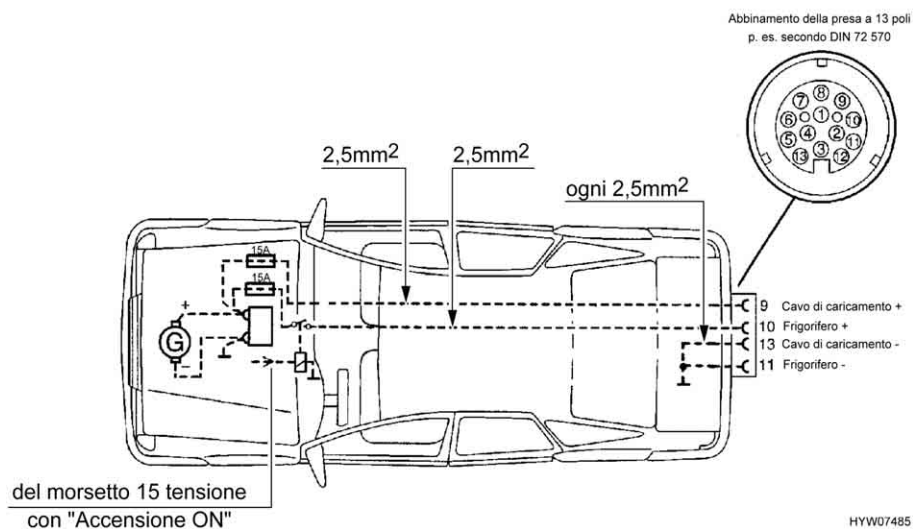

Fig. 107 Installazione per veicolo trainante
- ▷ Attrezzare la motrice con le sezioni di cavo relative e con un relais per l'alimentazione elettrica (comandata tramite accensione) (vedi Fig. 107).